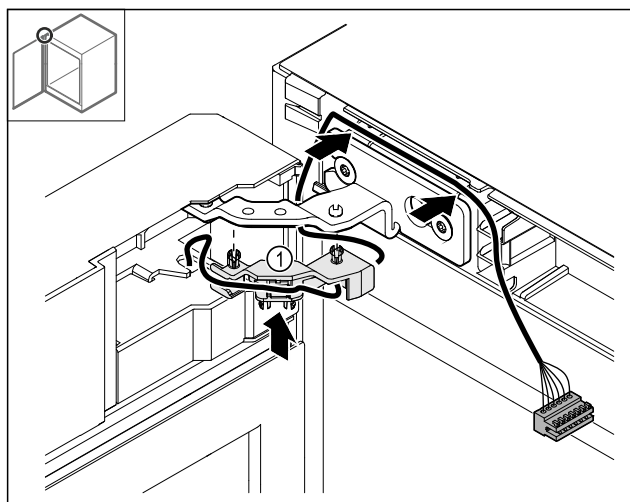

Fig. 48
- Vajutage kaablihoidik Fig. 48 (1) šarniiri sisse.